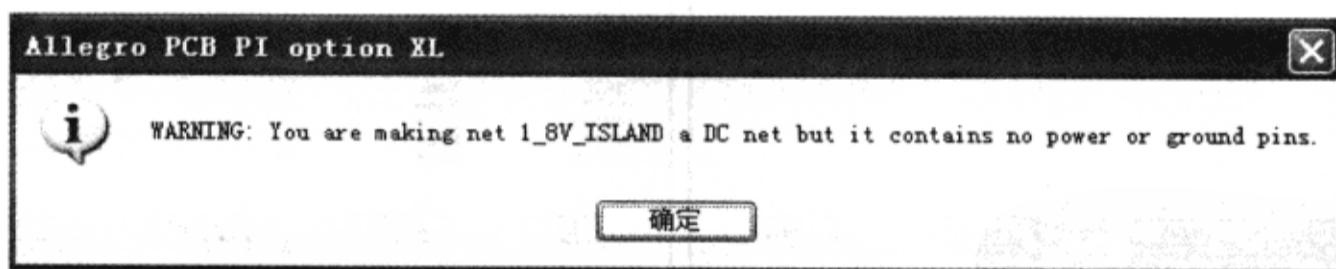

图 10-7-16 警告窗口
(9) 双击“Voltage”栏中的“None”，输入“1.8”→按“Tab”键，此时会显示 Allegro PCB PI option XL 警告窗口，当把一个没有任何电源和地引脚的网络当做直流网络时，电源完整性工具会发出警告，如图 10-7-16 所示。